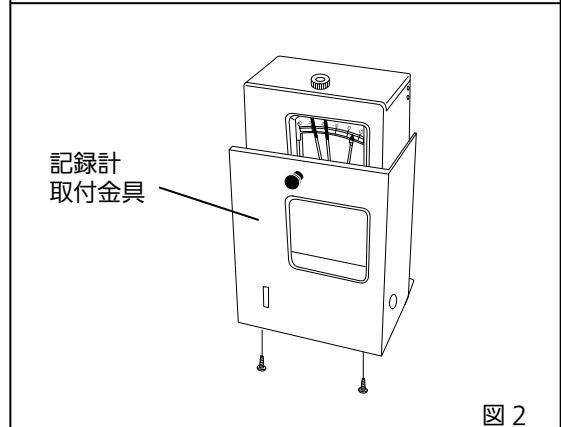

図 2
2. 自記温度記録計（MTR-0621LH）を、記録計取付金具（MPR-S30）に同梱されている説明書を参考にして、記録計取付金具に取り付けてください [図 2]。